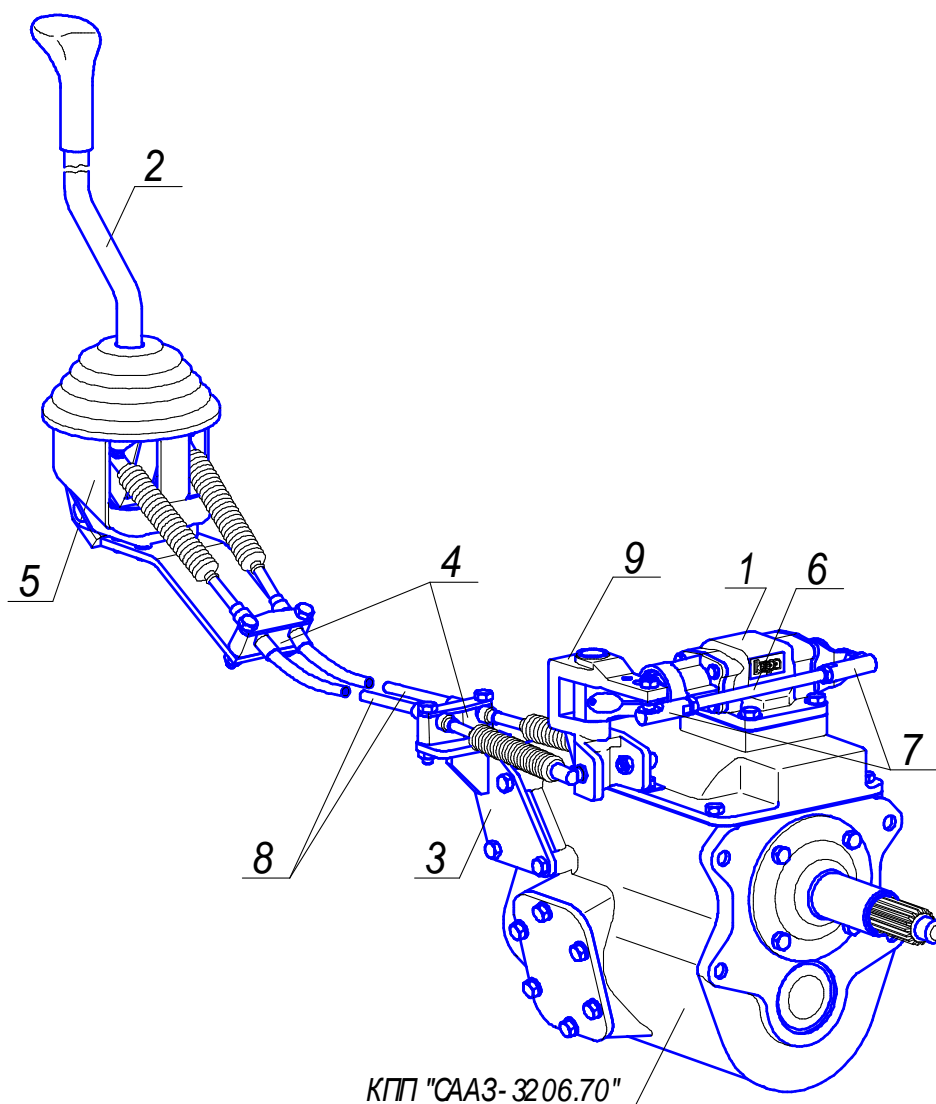
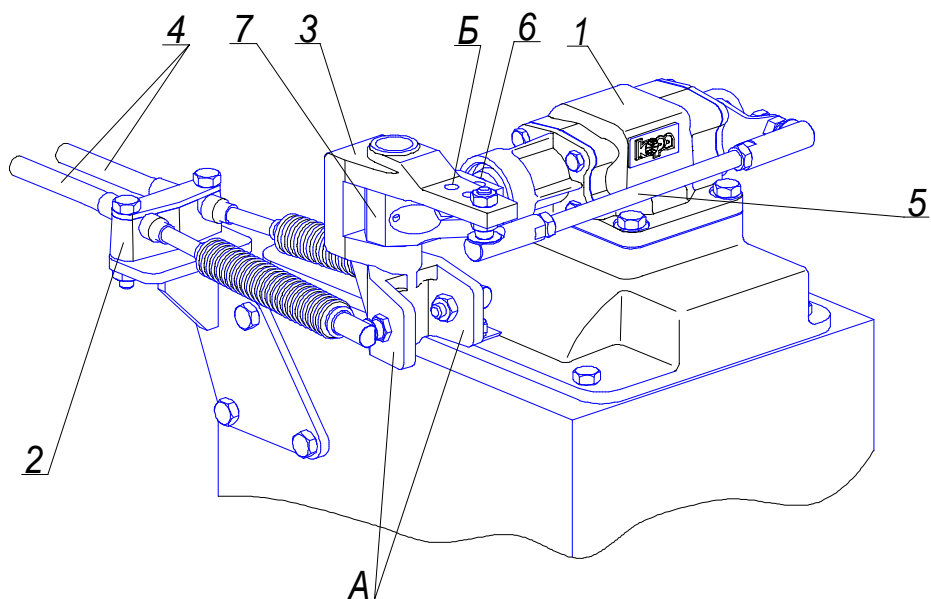

Рис. 6. Привод механизма переключения передач КПП САЗ-3206.70.
Рис. 7 Исполнительный механизм привода управления КПП СААЗ-3206.70.
**2.1. Привод механизма переключения передач КПП СААЗ-3206.70 (рис.6)** работает следующим образом: - когда водитель перемещает рукоятку рычага переключения передач 4 (рис. 2) в сторону, кулиса мастер-опоры 6 (рис. 2) поворачивается в горизонтальной плоскости. При этом один из приливов «А» (рис. 2), к которому присоединен трос, движется вперед, а другой - назад, т. е. тросы перемещаются в противоположных направлениях. Действуя в противоположные стороны на проушины «А» (рис. 7) корпуса транслятора 3, тросы 4 создают момент в горизонтальной плоскости, который благодаря реактивной тяге 5 преобразуется в усилие вдоль оси вала 6. Этим усилием вал, через шлицевой корпус 7 транслятора, перемещается в ту или другую сторону и, закрепленным на нем рычагом, входит в паз головки одного из штоков механизма переключения передач.
Дальнейшим движением водитель перемещает ручку рычага переключения передач 4 (рис. 2) вперед или назад. При этом кулиса 3 (рис. 2) мастер-опоры поворачивается в вертикальной плоскости, оба троса перемещаются в одном направлении, действуют на проушины «А» (рис. 7) транслятора в одну сторону и тем самым создают момент относительно оси вала 6. Вал поворачивается и через шток механизма переключения передач и закрепленную на нем вилку передвигает каретку синхронизатора, включая соответствующую передачу.